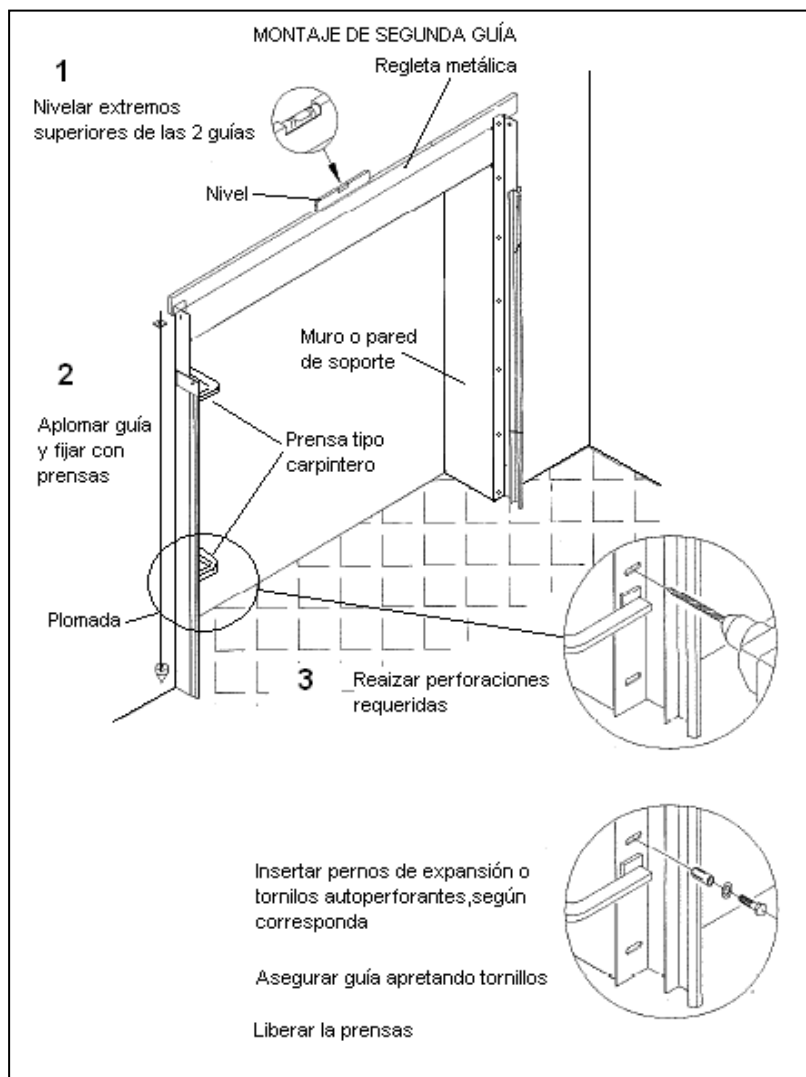

Fig. 1C Montaje Guías verticales
- Unir y fijar la guía vertical (High Lift) por medio de tornillos adecuados que, para el tipo PB2 se encuentran ya insertados en los alojamientos. Ver Fig. 1C.
(*) La guía HIGH LIFT se encuentra indicada en la Fig. 1C